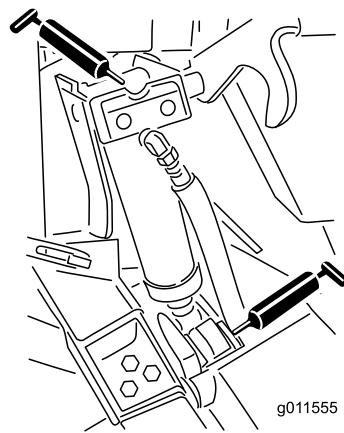

Figura 70
- Boccole (4) del cilindro di sollevamento (Figura 70).